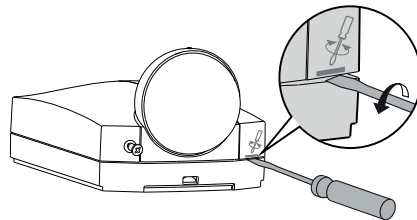

FIG.6
- Introduzca la cabeza del destornillador en la ranura entre las dos tapas, la frontal y la trasera y gírela 90° en dirección contraria a las agujas del reloj para retirar la tapa frontal. (Ver FIG. 6)